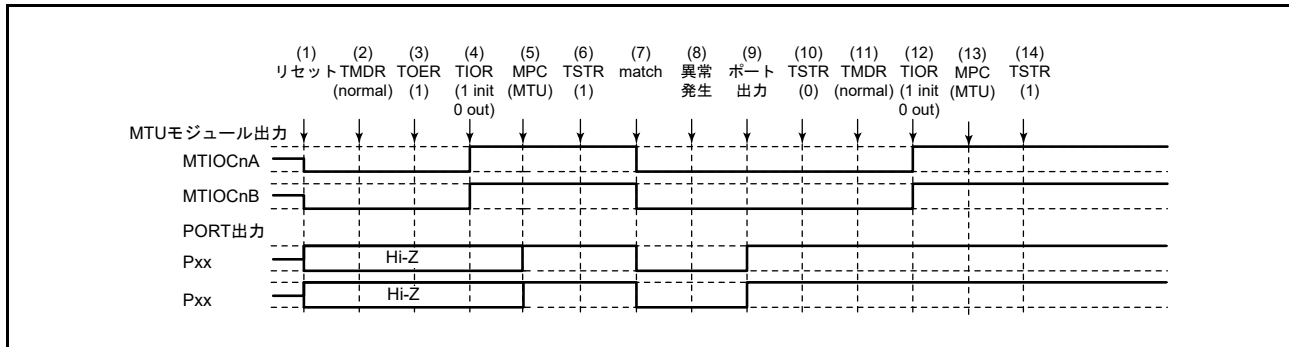

図 22.154 ノーマルモードで異常が発生し、ノーマルモードで復帰する場合
ノーマルモードで異常が発生し、再設定後ノーマルモードで再スタートする場合の説明図を図 22.154 に示します。
(1) ~ (10) は図 22.154 と共通です。
(11) PWM モード 1 を設定します。
(12) TIOR レジスタで端子を初期化してください (PWM モード 1 では MTIOcNB (MTIOcND) 端子に波形が出力されません。出力すべきレベルがある場合は、I/O ポートのポート方向レジスタ (PDR)、ポート出力データレジスタ (PODR) で汎用出力ポートの設定をしてください。
(13) MPC と I/O ポートのポートモードレジスタ (PMR) で MTU 出力としてください。
(14) TSTRA (TSTRB) レジスタで再スタートします。
(11) PWM モード2を設定します。
(12) TIOR レジスタで端子を初期化してください (PWM モード2では周期レジスタに使用した TGR レジスタに対応する端子に波形が出力されません。出力すべきレベルがある場合は、I/O ポートのポート方向レジスタ (PDR)、ポート出力データレジスタ (PODR) で汎用出力ポートの設定をしてください)。
(14) TSTRA レジスタで再スタートします。
(1)～(10)は図 22.154 と共通です。
(11) 位相計数モードを設定します。
(12) TIOR レジスタで端子を初期化してください。
(11) TIOR レジスタでノーマルモードの波形生成部を初期化してください。
(12) TIOR レジスタでノーマルモードの波形生成部の動作を禁止してください。
(13) TOERA (TOERB) レジスタで MTU3、MTU4 (MTU6, MTU7) の出力を禁止してください。
(14) TOCR1A、TOCR2A (TOCR1B, TOCR2B) レジスタで相補 PWM の出力レベルと周期出力の許可 / 禁止を選択してください。
(15) 相補 PWM を設定します。
(16) TOERA (TOERB) レジスタで MTU3、MTU4 (MTU6, MTU7) の出力を許可してください。
(17) MPC と I/O ポートのポートモードレジスタ (PMR) で MTU 出力としてください。
(18) TSTRA (TSTRB) レジスタで再スタートします。